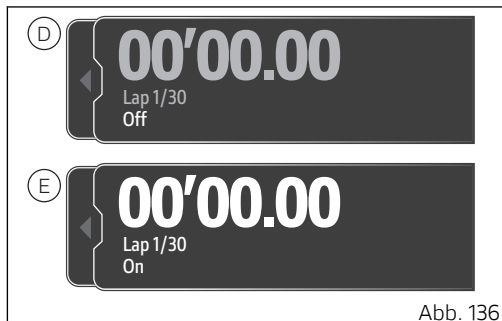

Abb. 136
- Ist diese Funktion gesperrt, werden die Angabe Off in Weiß mit Chronometer und die Angabe der verfügbaren Runden (D, Abb. 136) in Grau eingeblendet. Zum Freischalten der Funktion muss ENTER gedrückt werden.
- Ist diese Funktion freigeschaltet, werden die Angabe On, das Chronometer und die Angabe der verfügbaren Runden (E, Abb. 136) in Weiß eingeblendet. Zum Sperren der Funktion muss ENTER gedrückt werden.